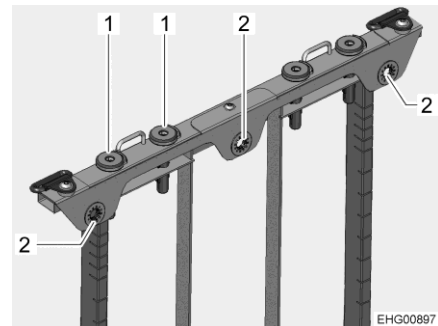

Fig. 12 Ajustar el reposacabezas
- Tirar firmemente hacia delante el cojín en la zona del hombro para soltar el cojín de las tres conexiones de clip (Fig. 12,2).
- Tirar hacia arriba o empujar hacia abajo el reposacabezas hasta que engatille en la posición de enclavamiento deseada en los casquillos guía (Fig. 12,1).